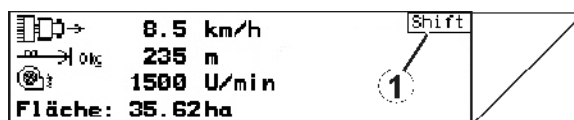

Fig. 9
- Si la tecla Shift está activa, se indica en la pantalla (Fig. 9/1).